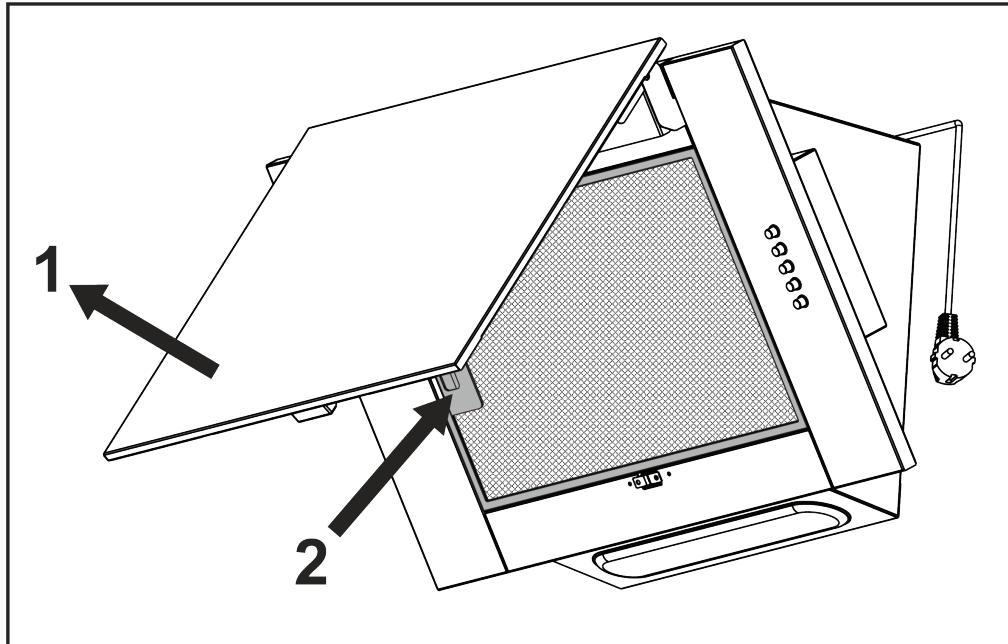

Рис.6
8.7 Для зняття алюмінієвого фільтру (**рис.6**) слід відкрити **декоративну панель 1**, натиснути на **пружинну засувку 2**, і потягнувши на себе зняти фільтр з панелі. Встановлення фільтру виконати в зворотному порядку.